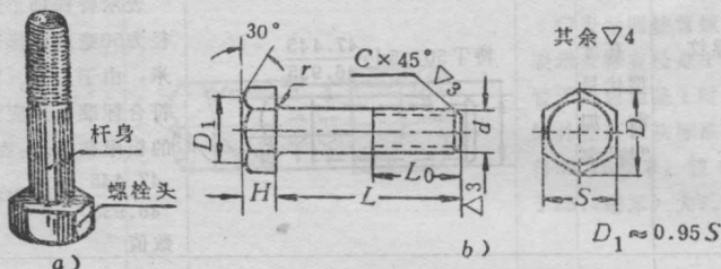

图10 六角头螺栓
**1 螺栓** 螺栓的形状如图10 a 所示，它的头部有六角形、方形等。螺栓是和螺母一同配合使用的。按照加工质量的高低，分为精制、半精制和粗制三种，图10 b 表示精制六角头螺栓的工作图。